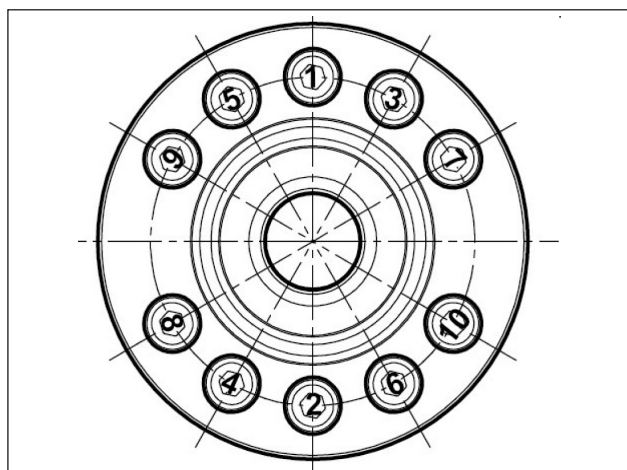

Fig. 50
- **** Os parafusos de fixação dos suportes do esquema Fig. 50 devem ser apertados em duas fases: